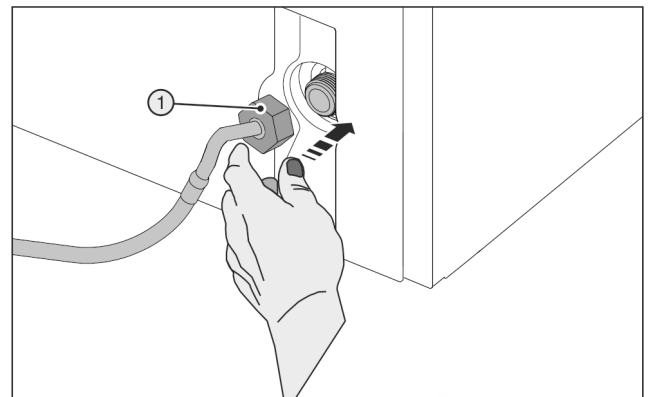

Fig. 29
- ▶ Осторожно одеть гайку Fig. 29 (1) и навинтить прямо на резьбу.
- ▶ Осторожно одеть гайку Fig. 29 (1) и накрутить на резьбу двумя пальцами до обеспечения надежной крепкой посадки.
- ▶ Вспомогательный инструмент (5) использовать только при комнатной температуре.
- ▶ Затяните гайку Fig. 29 (1) с помощью вспомогательного инструмента (5) по часовой стрелке, пока не будет достигнут максимальный момент затяжки и вспомогательный инструмент (5) начнет прокручиваться.